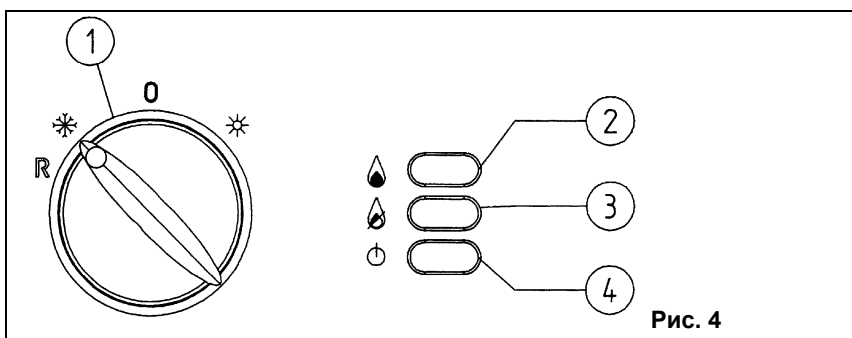

Рис. 4
Внимание! При первом розжиге горелка может загораться не сразу (пока не выйдет воздух из газовых труб), вызывая "блокировку" котла. В этом случае мы рекомендуем повторять процедуру зажигания, пока газ не дойдет до горелки. Для сброса блокировки ручку (1) кратковременно перевести в положение (R) (см. рис.4).
Обозначения на рис. 4: